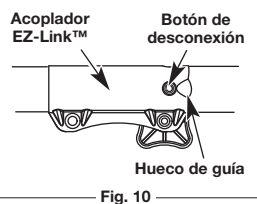

Fig. 10
ADVERTENCIA: Evite los arranques accidentales. Colóquese en posición de inicio cuando tire de la cuerda de arranque (Fig. 10). El operador y la unidad deben estar en una posición estable al arrancar la unidad para evitar graves lesiones personales.
2. Opima y sostenga el botón de desconexión (Fig. 10).
NOTA: La alineación del botón de desconexión con el hueco de guía facilitará la instalación (Fig. 10).